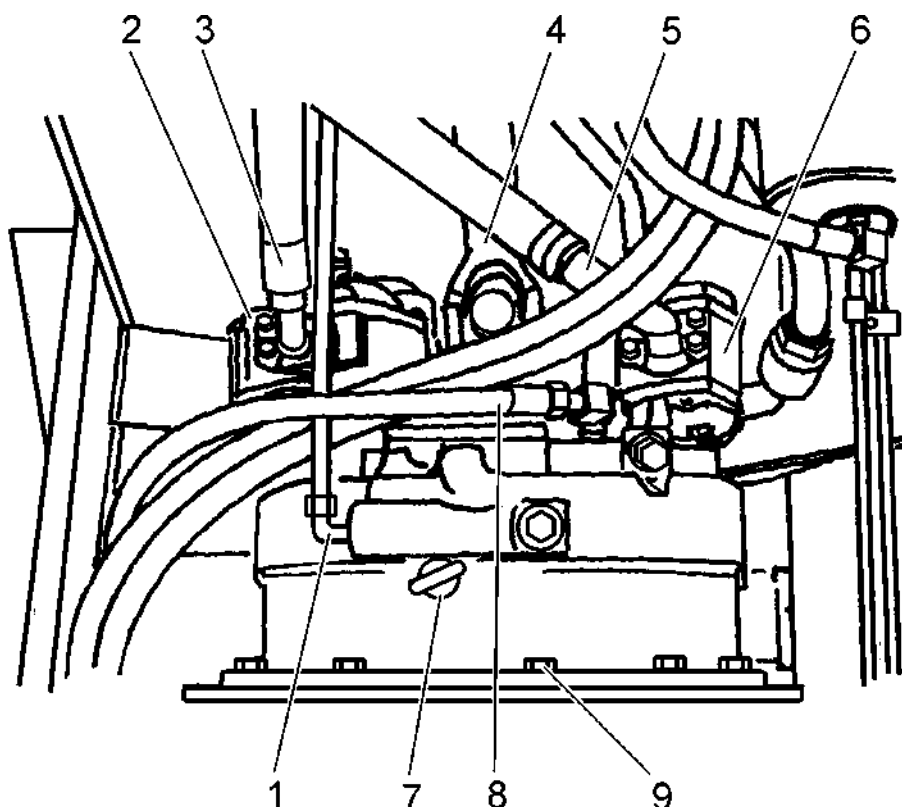

Рис. 7В.14. Места подсоединения гидротрансформатора (вид сверху)
5. Подсоединить к насосу (2, Рис. 7В.14.) рабочей гидросистемы напорный (3) и всасывающий (4, Рис. 7В.15.) маслопроводы.
6. Подсоединить к насосу (6. Рис. 7В.14.) поворота всасывающий (5) и напорный (2, Рис. 7В.15.) маслопроводы.
7. Подсоединить к насосу (6. Рис. 7В.15.) трансмиссии напорный (5) и всасывающий (8) маслопроводы.
8. Соединить карданный вал (4, Рис. 7В.14.) гидротрансформатора с фланцем входного вала коробки передач болтами с самоконтрящимися гайками. Гайки затянуть моментом 55÷65 [Нм].
12. Надеть дистанционное кольцо (22) на вал (12).
13. С помощью установочной втулки 8N54-65/85x300 посадить на вал (12) предварительно подогретую внутреннюю обойму роликового конического подшипника (21).
14. С помощью оправки 1.547.0200 вбить в оправу (7) два уплотнительных кольца (6) и уплотнение (5).
15. С помощью оправки 1.547.0139 вбить в оправу (7) наружную обойму роликового конического подшипника (9).
17. Установить уплотнительную прокладку (8), покрытую герметиком LOCTITE 515, на оправу (7), а затем прикрепить оправу вместе с уплотнительной прокладкой на герметике LOCTITE 515 к корпусу коробки передач. Крепежные гайки с пружинными шайбами подтянуть моментом $65 \div 70$ [Нм].
18. С помощью круглогубцев RSKn-200 установить стопорное кольцо (20) в корпус (18).
19. Посадить наружную обойму подшипника (21) в корпус (18) с помощью оправки 1.547.0013.
20. Прикрепить корпус (18) к корпусу коробки передач. Крепежные гайки с пружинными шайбами подтянуть моментом $65 \div 70$ [Нм].
21. Замерить осевой люфт (ход) вала (12) в следующем порядке. Положить на разборочно-сборочном верстаке коробку передач так, чтобы корпус (18) оказался внизу. Установить сверху микрометрический индикатор с циферблатом модели MDAa-10/1 согласно Рис. 7С.28. С помощью мягкого металлического стержня подпереть выходной вал снизу так, как это показано на Рис. 7С.29. Считать результаты замера с циферблатного индикатора и обозначить полученный результат замера буквой «А». Подобрать пакет регулировочных прокладок (19) такой толщины, чтобы он обеспечивал осевой люфт (ход) вала, равный $0.05 \div 0.12$ [мм]. Открутить гайки, крепящие корпус (18).